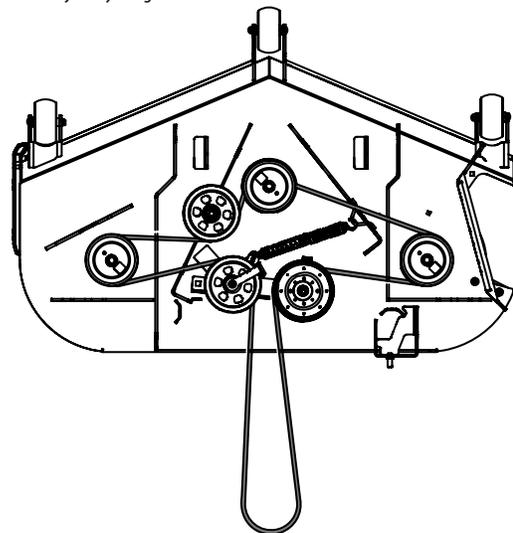

Figura 49
8. Coloque la correa como se muestra en la Figura 49. Ajuste y asegure los elementos de ferretería del brazo secundario libre.